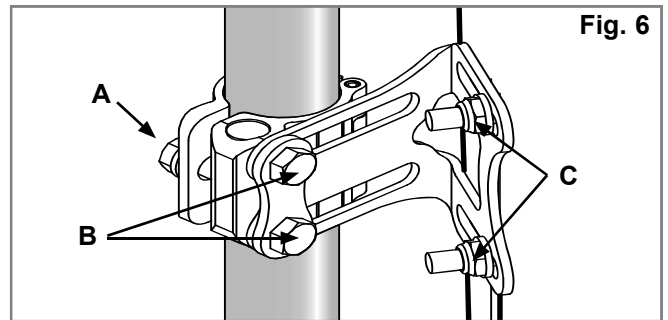

Fig. 6
(Fig. 6, 7).
1. Verwijder de twee (2) schroeven (B) waarmee de bevestigingsbeugel bevestigd is aan de rugbuis (Fig. 6).